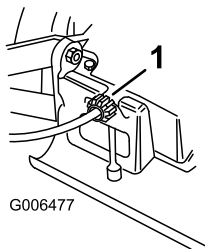

Figura 23
Si el cortacésped no avanza o si tiene tendencia a avanzar lentamente cuando la barra de control está a **más** de 3,8 cm (1-1/2 pulg.) del manillar, ajuste el mando de control de la transmisión de las ruedas, en la parte trasera de la caja de engranajes (Figura 23).
2. Gire el mando de control en el sentido de las agujas del reloj 1/2 vuelta si el cortacésped no avanza. Si el cortacésped avanza lentamente, gire el mando 1/2 vuelta en el sentido opuesto a las agujas del reloj para aflojar la correa (Figura 23).